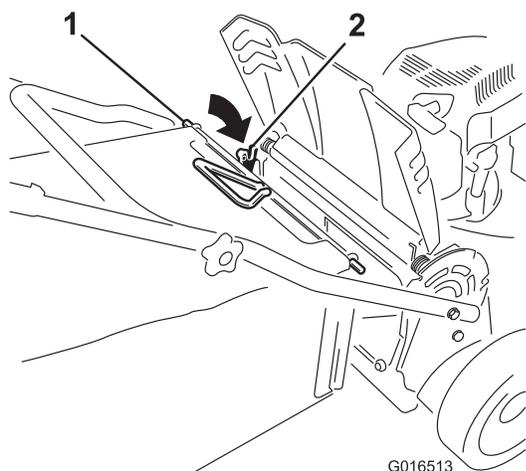

Figure 28
3. Placez la tige du bac dans les crans à la base du guidon et agitez le bac d'avant en arrière pour vous assurer que la tige est bien engagée au fond des deux crans; voir Figure 28.